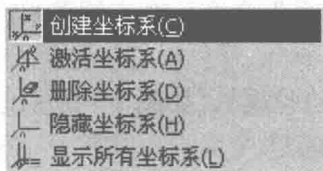

图 1-4 坐标系的创建
- ① 选择“工具”→“坐标系”→“创建坐标系”命令，如图 1-4 所示。